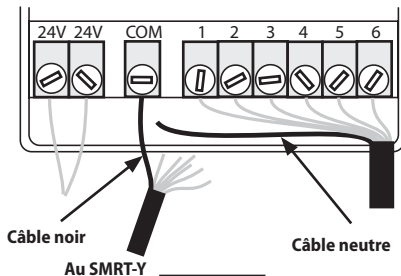

Figure 7
1. Débranchez le(s) fil(s) reliés à la borne commune ou « COM » de votre système de commande. Reliez le fil noir du SMRT-Y à la borne COM de votre système de commande (Consulter la figure 7).